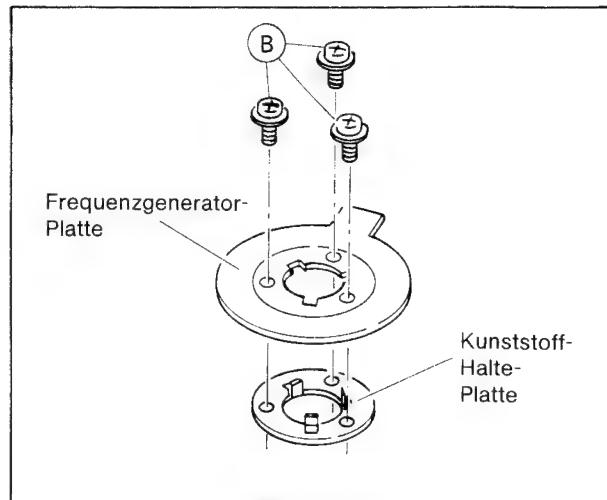

Bild 2-13
3. Schrauben B lösen, Frequenz-Generator-Platte abnehmen (Bild 2-13).